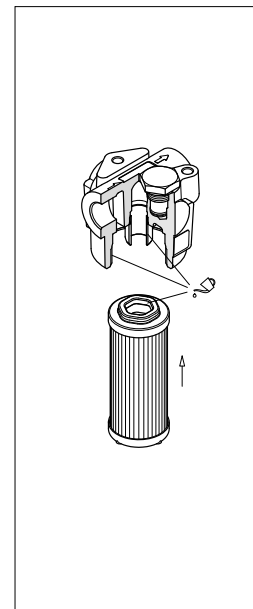

fig. 20
- (Fig. 20) Lubrificare con il fluido di lavoro l'O-ring dell'elemento filtrante, il codolo e la sede della testata, quindi calzare l'elemento filtrante sul codolo. Prestare attenzione a non danneggiare la guarnizione Hex Ring